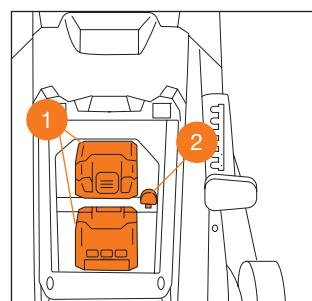

Рис. 12
2. Вставьте аккумуляторы в разъемы газонокосилки ① (Рис. 12). Убедитесь в правильном расположении аккумулятора и соединении контактов.
3. Установите ключ безопасности ② (Рис. 12).